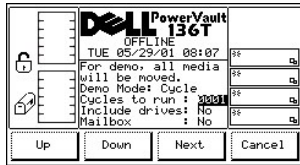

Abbildung 107. "Service" > "Library" > "Exercise" > "Demo" > "Cycles to run"
- 1 Wenn die Taste unter dem Softkey **Next** gedrückt wird, wird das nächste Feld der Liste zum aktiven Feld (siehe Abbildung 107). Wenn das Ende der Feldliste erreicht ist, wird das aktive Feld wieder zum ersten Feld in der Liste (siehe Abbildung 106).